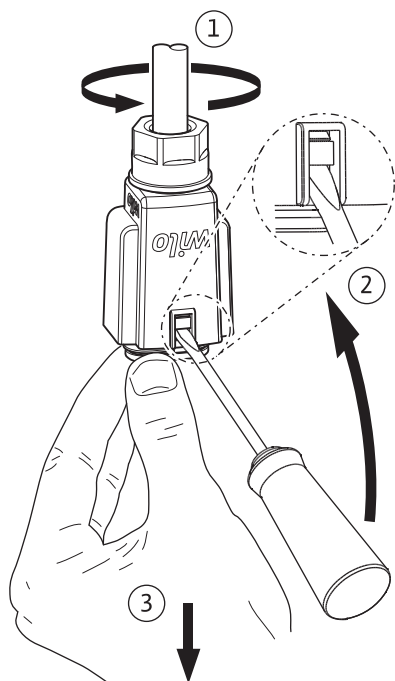

Fig. 6: Desmontar o Wilo-Connector
- Retirar o Wilo-Connector da bomba e desmontá-lo com uma chave de fendas adequada (Fig. 6).